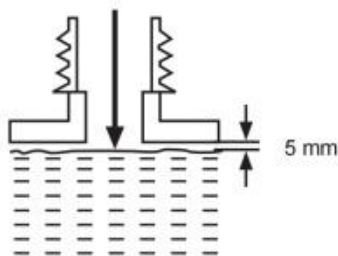

Fig. 17
- 3) Överfyll inte och lämna ca. 5 mm utrymme till nederkant till låt smörjmedlet expandera (fig. 17).